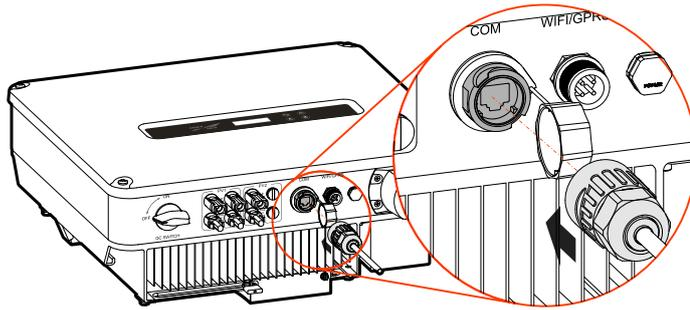

Figura 3-31 Insira a porta COM.
- Etapa 3 Solte a tampa à prova d'água da porta COM., insira o conector RJ45 na porta COM. (conforme mostrado na Figura 3-31) e aparafuse-a.